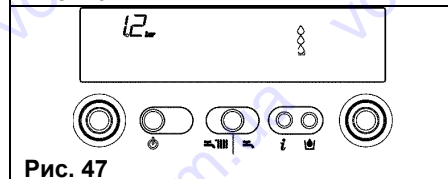

Рис. 47
**Info 2** отображается давление в системе (рис. 47)